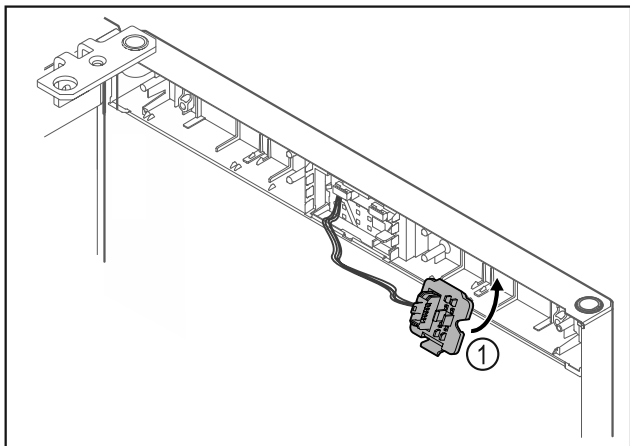

Fig. 25
- Uglavite držač utikača Fig. 25 (1) na suprotnu stranu.